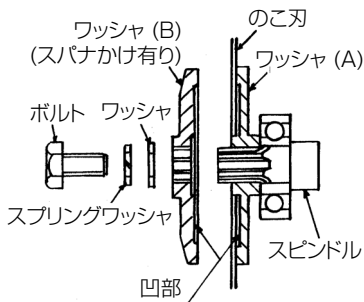

図 16
- (1) スピンドルや、ワッシャに付いている切りくずをよくぬぐい去ります。
- (2) 図 16 のようにワッシャ (A) および (B) の凹部をのこ刃側とします。
- (3) のこ刃の向きは、のこ刃の矢印がソーカバーの矢印方向と一致するようにします。
- (4) ボルトは十分に締付けてください。